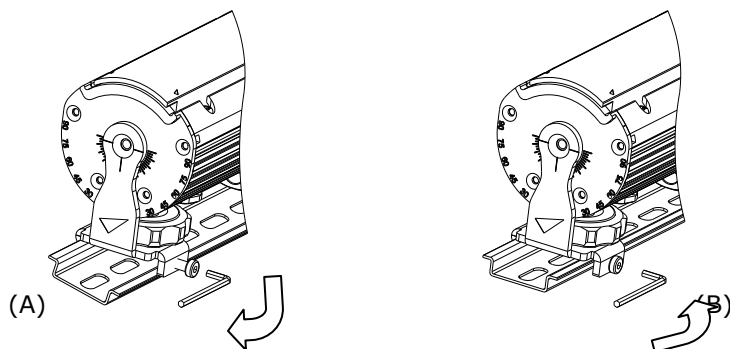

Рисунок 2: Монтаж на DIN-рейку
2. См. Рисунок 2 Профиль монтажной скобы с одной стороны загнут (см. A). Этот конец необходимо зацепить за верхнюю часть DIN-рейки и повернуть скобу вниз. Затянуть винт монтажной скобы с помощью торцевого ключа на 2,5 мм (рис. B).